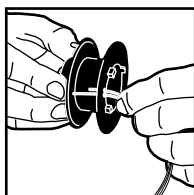
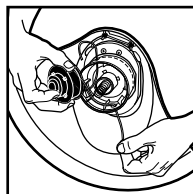

Fig. 5
Fig. 8
4. Para rebobinar el carrete con hilo para desbrozadora, inserte las dos puntas del nuevo hilo en los orificios del carrete (vea Fig. 5) y jale hasta encontrar el centro del hilo (vea Fig. 6). Cuide que los 2 extremos tengan la misma longitud. Ahora sostenga el carrete con una mano y con la otra sujete los dos extremos del hilo y comience a rebobinar en sentido a las manecillas del reloj (vea Fig. 7). Al concluir introduzca las puntas en los orificios del porta carrete (vea Fig. 8). También puede simplemente remover el carrete usado y sustituirlo por otro nuevo.
- Tome firmemente la desbrozadora de pasto y sin permitir que ésta toque el pasto que va a cortar, libere el seguro y luego oprima el interruptor en la parte superior del mango. Permita que la desbrozadora de pasto trabaje sin carga durante algunos segundos y luego realice el auto-ajuste de la longitud del hilo de nailon, (vea Fig. 5).
- El tubo largo que se encuentra entre la carcasa del motor y del mango es un tubo telescópico. Si presiona el botón (7), puede obtener diferentes largos para un trabajo más cómodo, (vea Fig. 8).